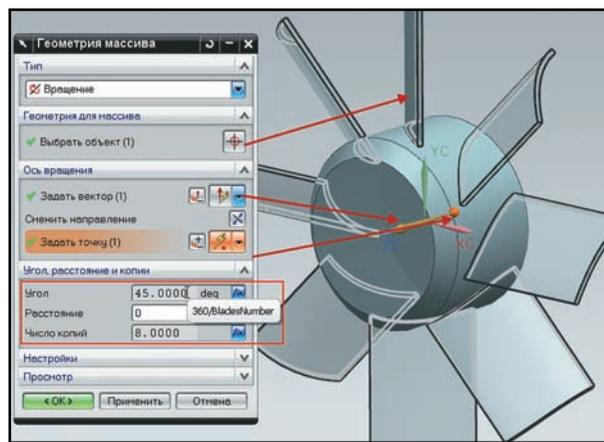

Рисунок 4.25. Массив по окружности
- Командой **Вставить > Ассоциативная копия > Геометрия массива (Insert > Associative Copy > Instance Geometry)** создайте круговой массив тел на основе полученного тела. Выберите **тип (Type)** массива в выпадающем списке – **Вращение (Rotate)**, укажите вектор Z как ось вращения и задайте точку в центре окружности элемента вытягивания. В поле ввода значения **угла (Angle)** введите формулу $360/\text{BladeNumber}$, а в поле **Число копий (Number of Copies)** введите значение BladeNumber . Система сразу подставит числовые значения и создаст соответствующие формулы в редакторе выражений. Нажмите **ОК** в диалоге построения массива (рис. 4.25).